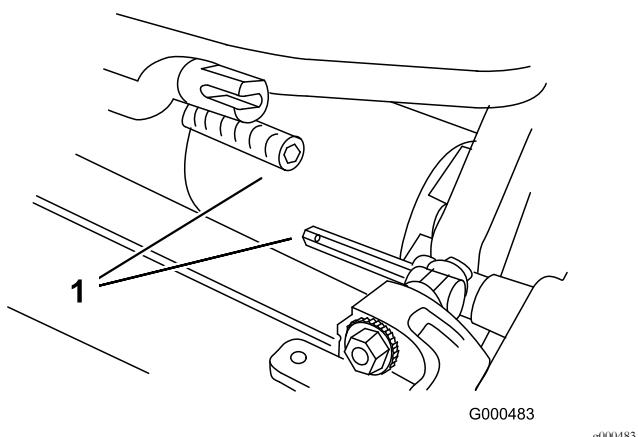

図 9
3. カッティングユニットをトラクションユニットの下に押し込み、次に左に押してトランスマッisionのカップリングに接続する図9。